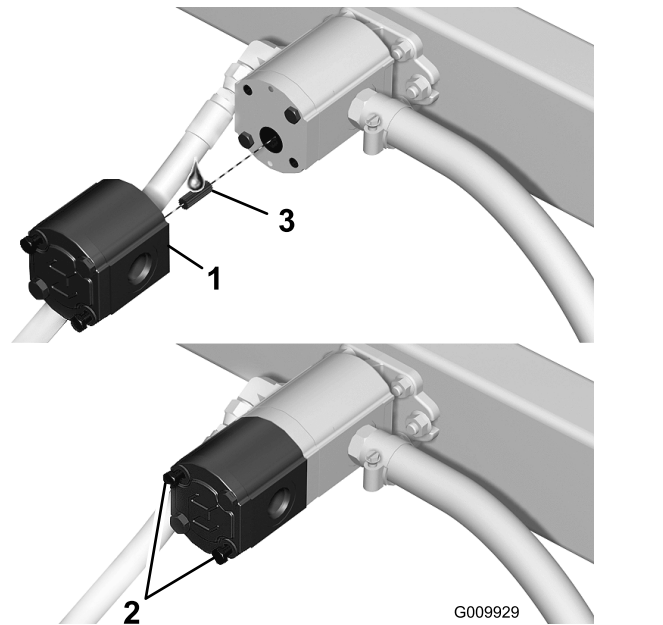

Bild 6
4. Montieren Sie die Hochflussspumpe mit den zwei langen Schrauben an der vorhandenen Pumpe (Bild 6).